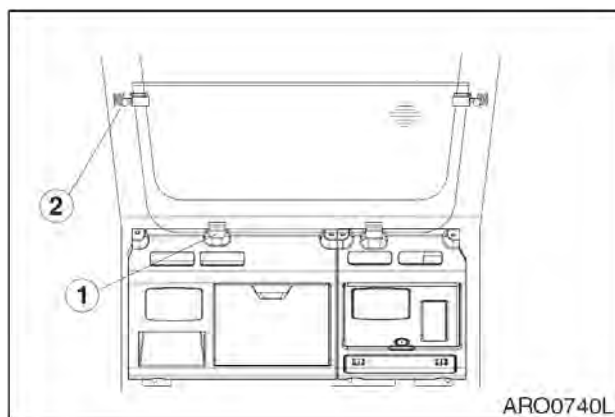

Рис. 116
2. Установить нижнее стекло в резиновые держатели (1, рис. 116), расположенные за сиденьем водителя. Прикрепить окно правой и левой ручками (2) к корпусу кабины.